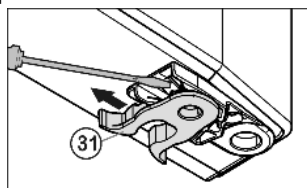

Fig. 8
- ▶ Spostare il Fig. 8 (31) morsetto a molla: Premere verso il basso il dentino antisfilamento, estrarre il morsetto a molla tirando verso l'alto.